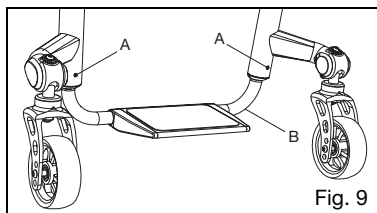

Fig. 9
1. Desaperte o parafuso de fixação (Fig. 9:A) em cada lado da estrutura utilizando uma chave de Allen de 3 mm. Não retire os parafusos.
2. Ajuste o tubo do apoio dos pés para cima ou para baixo até alcançar a altura desejada (Fig. 9:B).